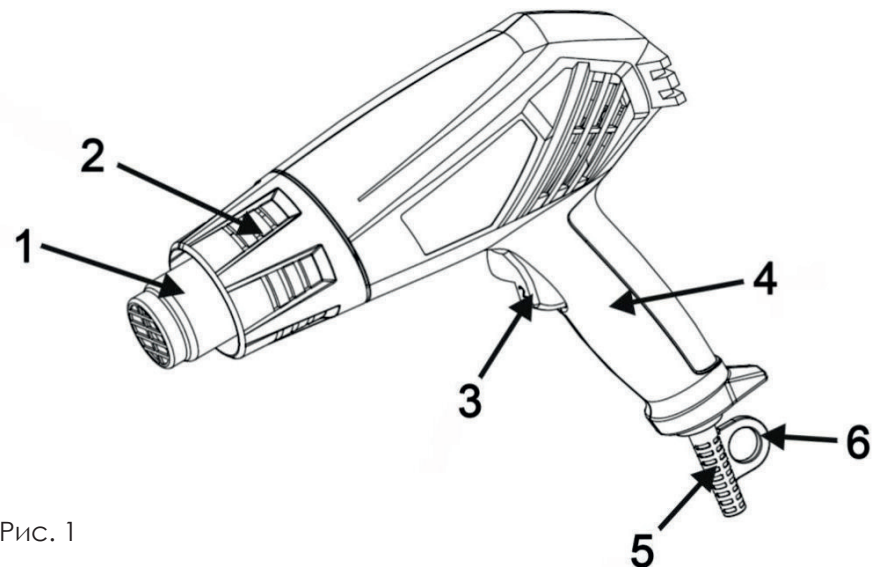

Рис. 1
Чтобы включить фен, переключите клавишу выключателя (3) (См. Рис.1) в одно из положений « I » или « II ». В зависимости от необходимой температуры нагрева.
Для отключения фена установите клавишу выключателя (3) (См. Рис.1) в положение «0».
Для установки насадки просто наденьте насадку на сопло (1) (См. Рис.1) выхода воздуха.